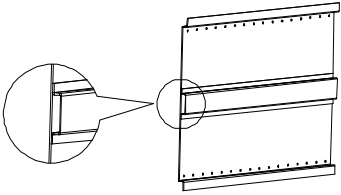

图 4-4 背板背面焊接横向加强梁
- ✧ 必要时需做背板加强，建议在背板的背面焊接横向加强梁（如图 4-4 所示）。这可以显著提高背板的承载能力，增加整体结构的稳定性。